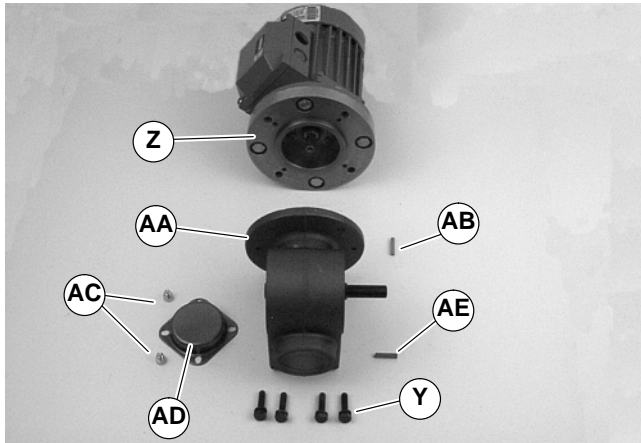

Abbildung 16
5. Vier Schrauben entfernen (Y siehe Abbildung 16). Motor mit Adapterflansch (Z) vom Untersetzungsgetriebe AA abheben. Paßfeder der Motorwelle (AB) an Ort und Stelle belassen.
11. Mit der Paßfeder (AB siehe Abbildung 16) in der Nut, den Motor samt Adapterflansch (Z) mit dem Untersetzungsgetriebe (AA) zusammenschieben. Die Schrauben einsetzen (Y) und festziehen.